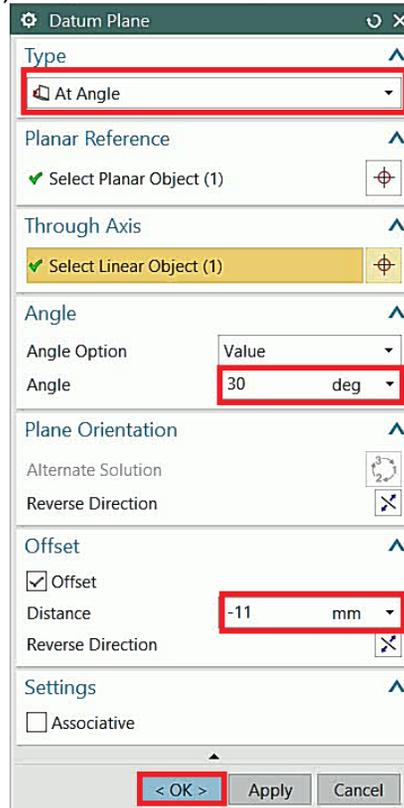

Figura 5.6 Ventana **Datum Plane**
- En la ventana de propiedades del plano, elegimos tipo **At Angle**, con un valor de 30° y seleccionamos la casilla de **Offset**, en el cual colocaremos una distancia de -11 mm (Figura 5.6).